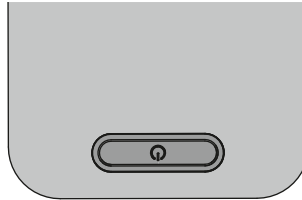

Fig. 5: Taste.
- ▶ Drücken Sie die Taste, siehe Fig. 5.
- ▶ Drücken Sie die Taste und halten Sie diese Taste gedrückt, siehe Fig. 5. Nach ungefähr einer Sekunde verändert die Leuchte ihre Helligkeit.